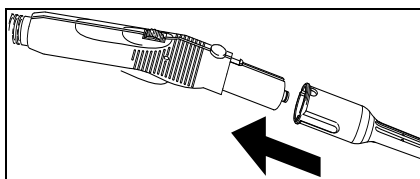

Fig. 6
- Conectar os acessórios necessários (D1, E1, F1) à pistola de vapor (C1). Para isso colocar o extremo aberto do acessório na pistola de vapor (C1) e empurrar na mesma, até engatar a teca de desbloqueio (C2) da pistola (veja fig. 6).